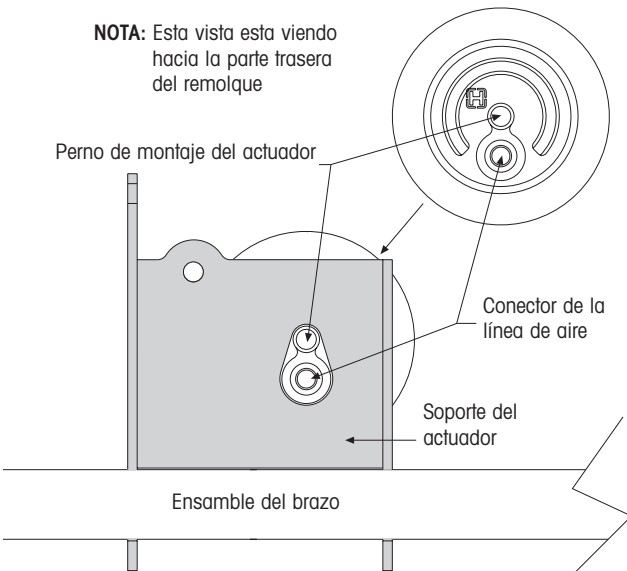

Figura 4. Instalación del actuador
1. Coloque el perno del actuador de aire en el agujero de montaje en el soporte del actuador (Figura 4).